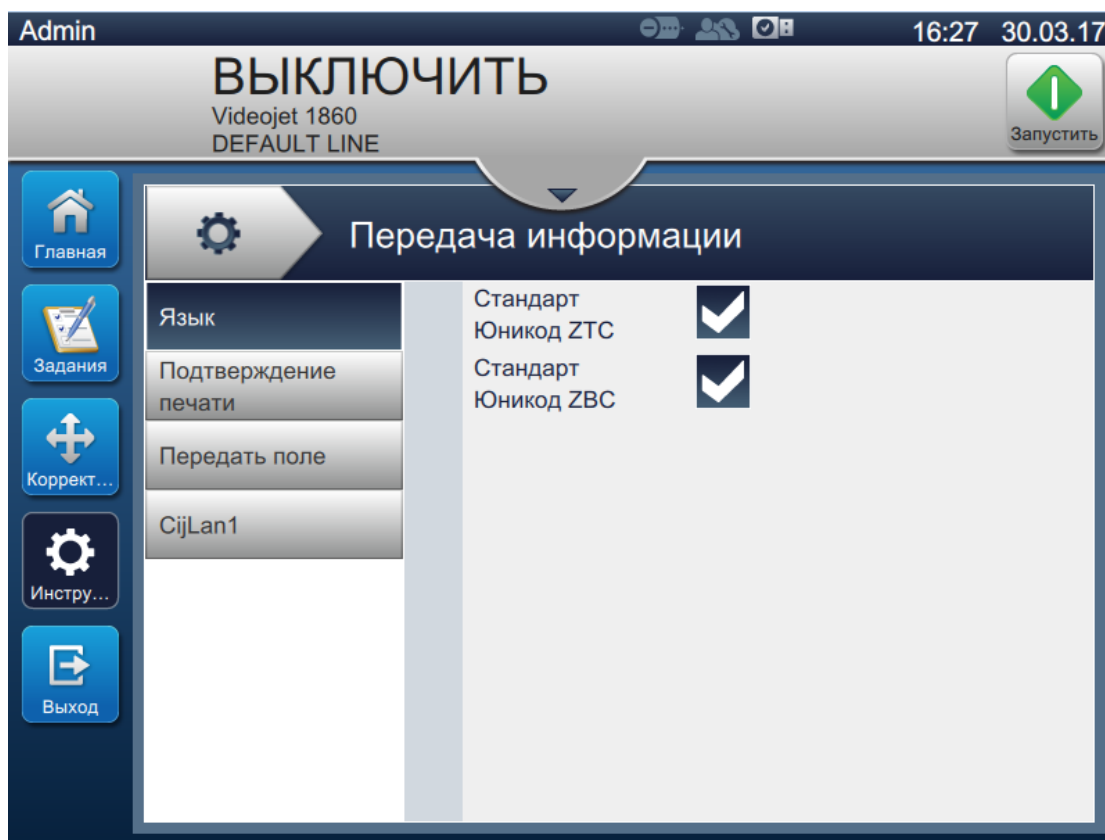

Рис. 6-16. Экран «Обмен данными»
1. Нажмите кнопку  на экране «Инструменты». Откроется экран «Обмен данными», как показано на Рис. 6-16.